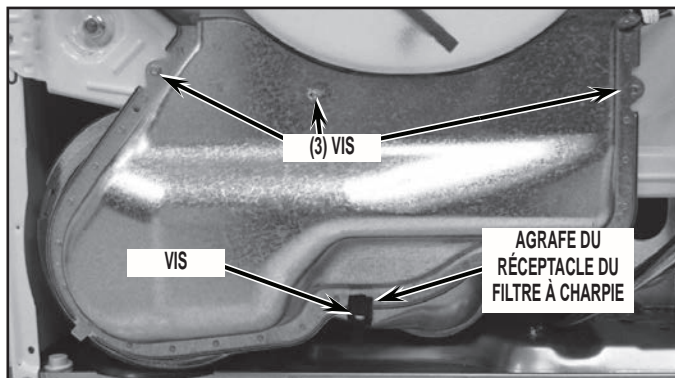

FIGURE 11
13. Déposer le réceptacle du filtre à charpie – ôter d'abord les quatre (4) vis et l'agrafe identifiées à la Figure 11.